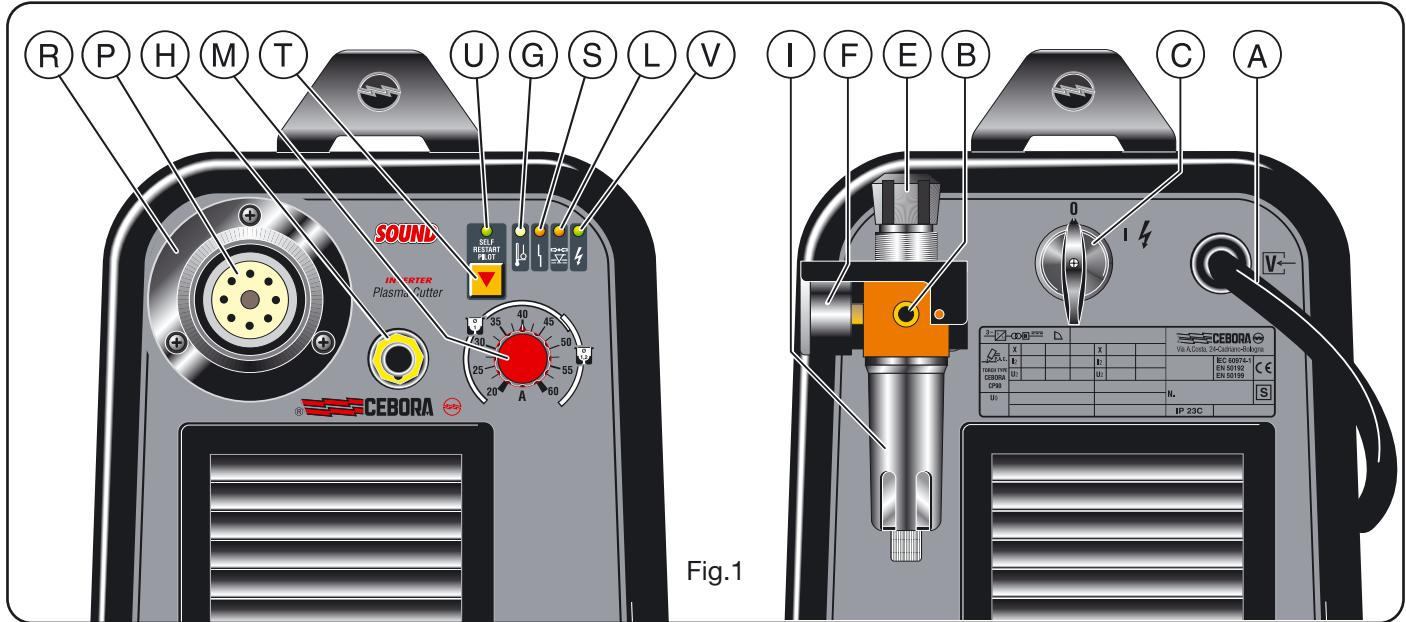

Fig.1
### 2.1 MONTERING AF BRÆNDER (Fig. 1)
1) For at undgå overbelastning. Dette vises ved konstant tænding af lysdioden **G** (se fig.1).
Anbragt på brænderens lufttilslutning for at undgå utilstrækkeligt lufttryk. Vises ved tænding af lysdioden **L** (se fig.1).